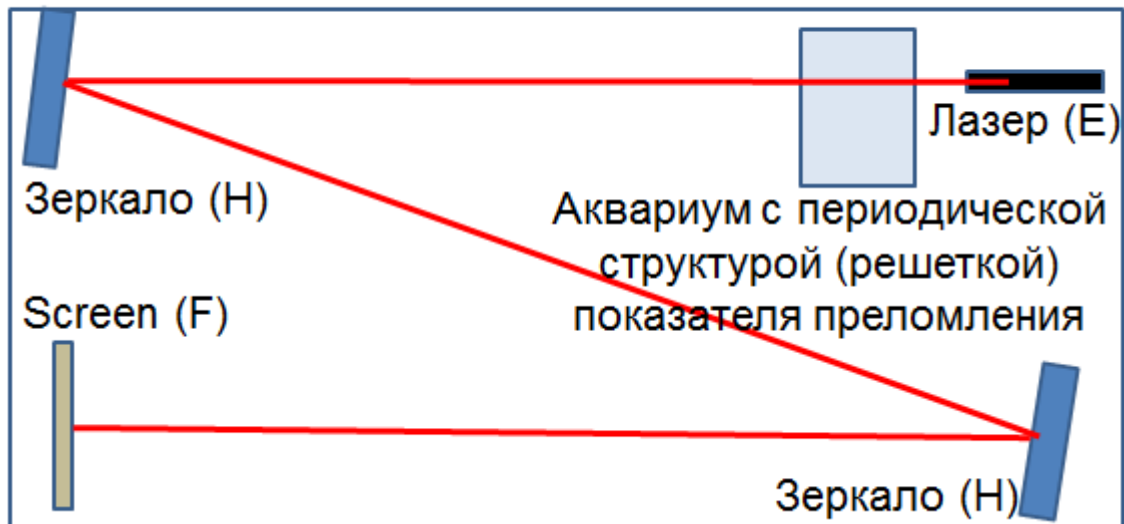

Рис. 4: (а) Схема установки для создания движущейся решетки показателя преломления (масштаб не соблюден). (b) Схема экспериментальной установки.
Пьезоэлектрический преобразователь (С) крепится в круглом отверстии держателя (D1), помещенного в аквариум (А). Налейте в аквариум 1.5 л минерализованной воды. После включения преобразователя в воде формируется периодическая структура (решетка) показателя преломления, как показано на рис. 4(а). Для выполнения задания А, установите платформу (D2) над водой. Эта платформа нужна для защиты от всплесков воды. Дифракционные полосы образуются в результате нормального падения лазерного луча на решетку. На достаточно большом расстоянии от решетки на экране (F) хорошо видны дифракционные полосы (см. рис 4(б)), которые в дальнейшем используются для измерения и анализа.
Теперь соберите экспериментальную установку. Воспользуйтесь подсказками, содержащимися на рис. 4 и 5. Постарайтесь получить как можно больше дифракционных полос. Закрепите лист ответов A2 на (F) для регистрации дифракционных полос. Так как сечение лазерного луча может быть асимметричным, вращайте лазер вокруг его оси до тех пор, пока не получатся полосы наилучшего качества. В ходе эксперимента следите за температурой воды, так как от неё зависит скорость звука.